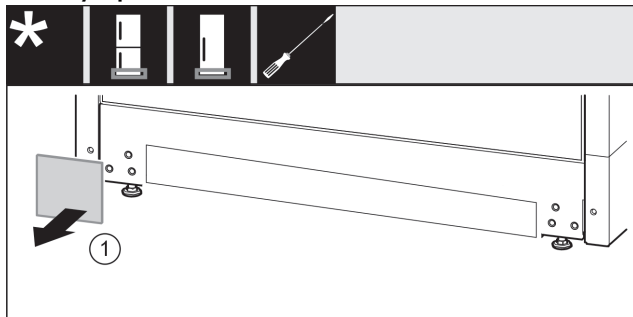

Fig. 31
- ▶ Снимите крышку Fig. 31 (1).